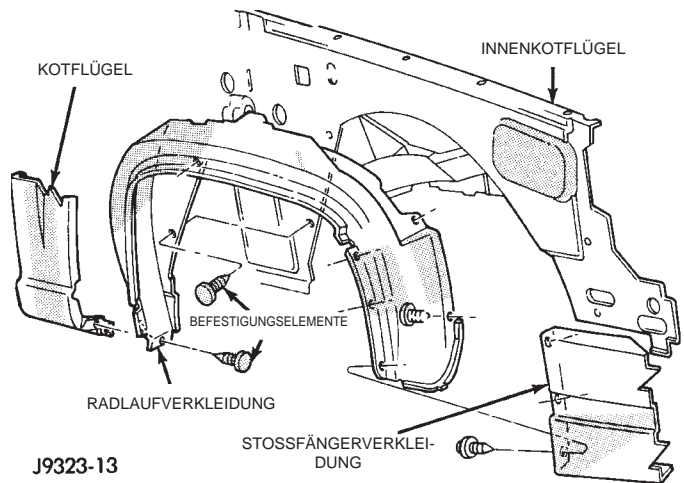
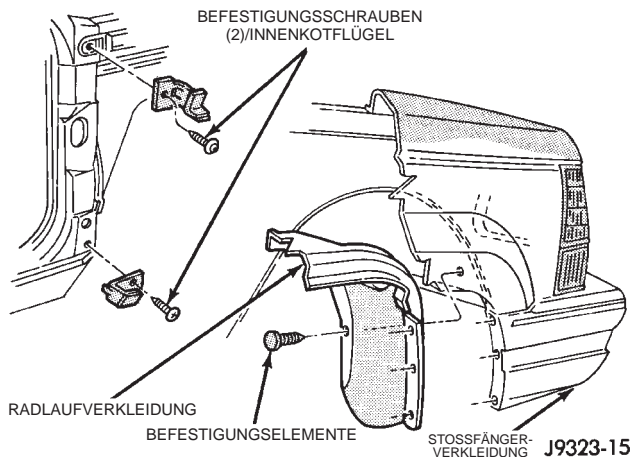

Abb. 10 Radlaufverkleidung
Abb. 11 Befestigung des Innenkotflügels
- (1) Hauptscheinwerfer, seitliche Begrenzungsleuchte und Blinkleuchte ausbauen. Näheres hierzu siehe Kapitel 8L, "Leuchten".
- (2) Vordere Stoßfängerverkleidung abbauen. Näheres zum Ein- und Ausbau siehe Kapitel 13, "Rahmen und Stoßfänger".
- (3) Vorderrad abbauen.
- (4) Befestigungsschrauben lösen, mit denen die Radlaufverkleidung am Kotflügel und Innenkotflügel befestigt ist (Abb. 10).
- (5) Radlaufverkleidung abbauen.
- (6) Nur rechter Kotflügel:
- (7) Vom Radlauf innen aus die Befestigungsschrauben hinten an den Verstärkungsblechen lösen (Abb. 11).